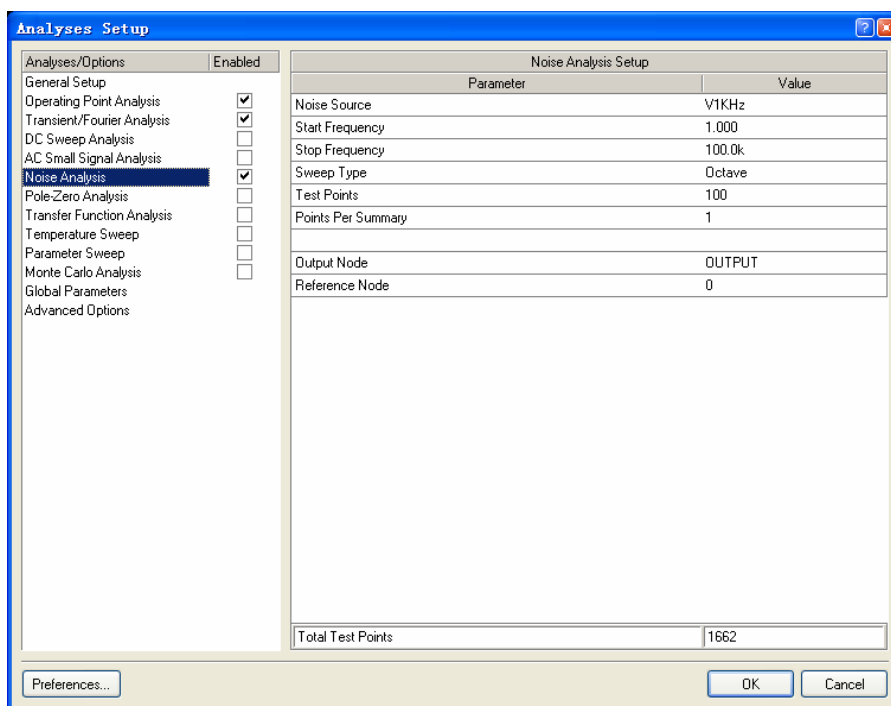

图 6.16 “Noise Analysis” 设置界面
- (1) 启动 Altium Designer 6，打开 8.1 节创建的原理图文件“Sim1.SchDoc”。
- (2) 选择主菜单栏中的“Design”->“Simulate”->“Mixed Sim”命令，打开“Analyses Setup”对话框。
- (3) 选择仿真的电路节点“INPUT”和“OUTPUT”作为仿真节点。
- (4) 勾选“Analyses/Options”列表中的“AC Small Signal Analysis”项，在“Analyses Setup”对话框中打开如图 6.16 所示的“AC Small Signal Analysis”设置界面。